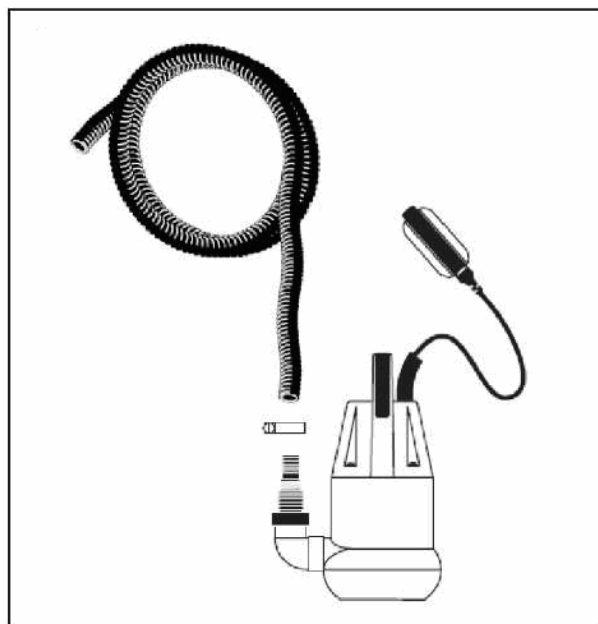

Рис.2
5. Подготовка к работе (рис.2)